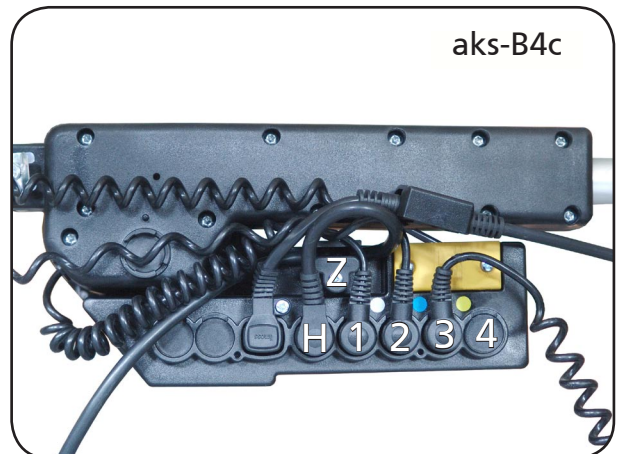

Abbildung 19
13. Schließen Sie nun die Steckverbindungen für die Antriebe anhand der Abbildung 19 an.